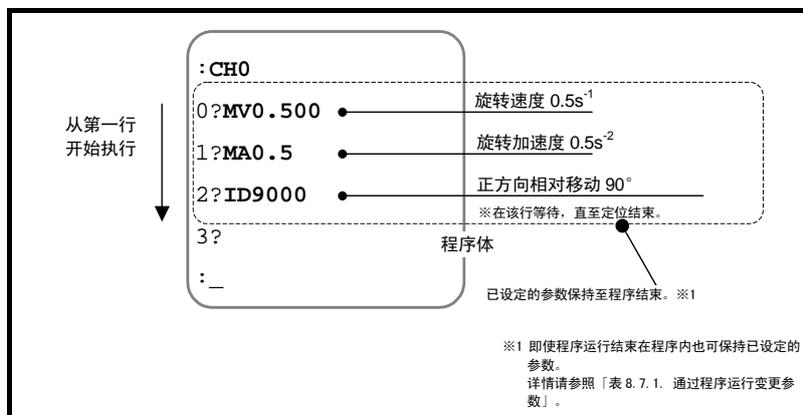

图 6-7: 程序内容
- 例, 启动「图 6-7: 程序内容」的程序。
- ◇ 由于「图 6-7: 程序内容」为 0 通道的程序, 则输入命令 SPO。